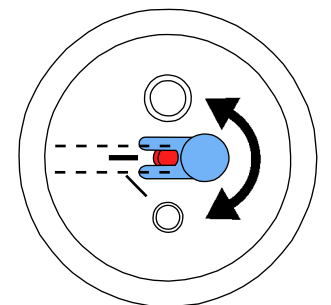

Fig. 13
- Allineare l'ugello dosatore nei serbatoi da 25 - 70 µm (Fig. 13)!